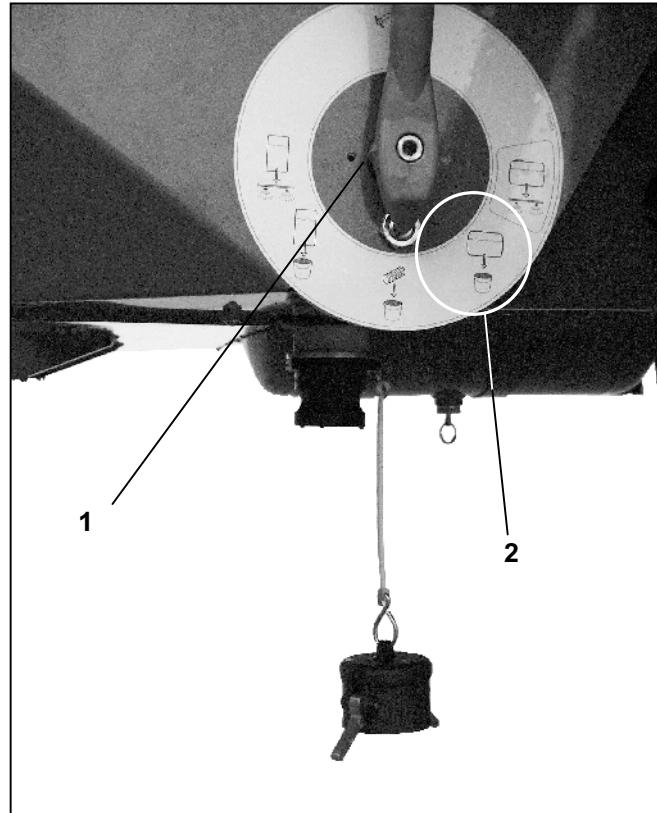
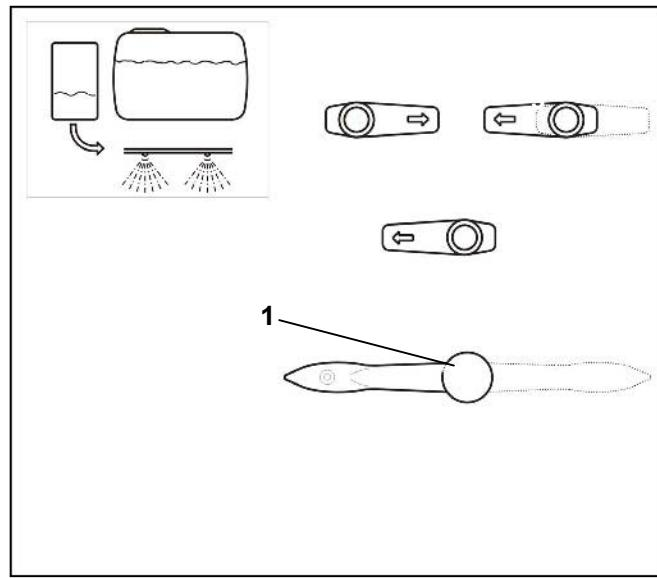

Рис. 7.21
Рис. 7.22
Чтобы оставшиеся в баке разведенные технические остатки слить в подходящую емкость, многоходовой переключающий кран (Рис. 7.22/1) переместите в положение «Слив» („Ablassen“) (Рис. 7.21/2).
- Многоходовые переключающие краны установите в положение „Промывать“ ("Spülen") (Рис. 7.22).